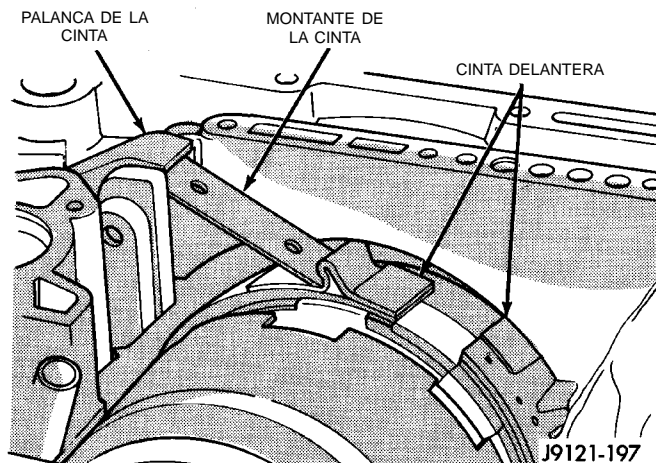

Fig. 133 Instalación de la articulación de la cinta delantera
(19) Mueva cuidadosamente los embragues ensamblados hacia adelante y hacia atrás para acoplar y asentar los discos de embrague traseros en el engranaje anular delantero. Verifique que las orejetas de mando del embrague delantero estén totalmente acopladas en las muescas del casco impulsor después de la instalación.
(20) Ensamble el montante de la cinta delantera.
(21) Instale el regulador de la cinta delantera, el montante y el tornillo de ajuste (Fig. 133).
(22) Apriete el tornillo de ajuste de la cinta hasta que ésta se aferre al retén de embrague. Verifique